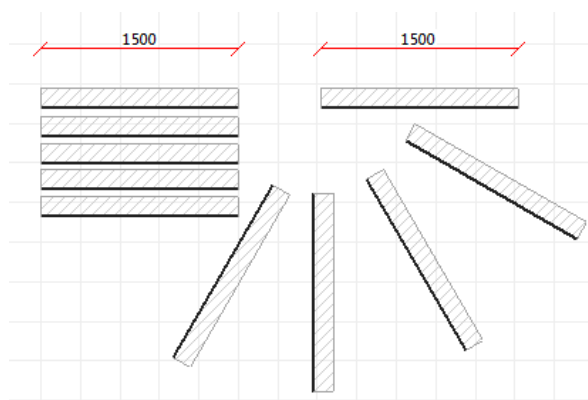
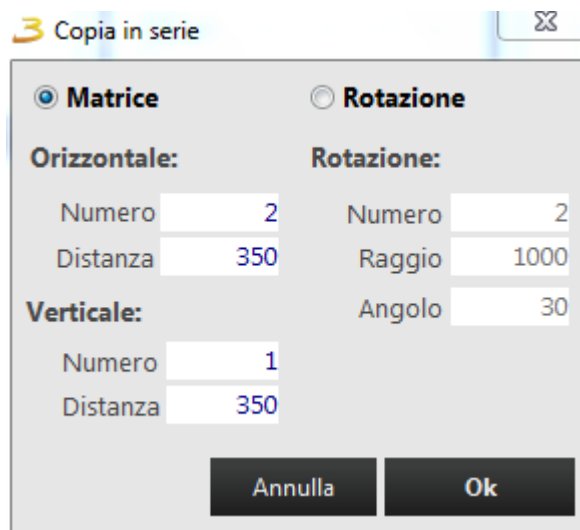

Figura 4.2: Copia in serie
Figura 4.3: Finestra copia in serie
- ✧ Copia in Serie: consente di creare copie in serie delle pareti impostando dei parametri dal menu, figura 4.2, figura 4.3.